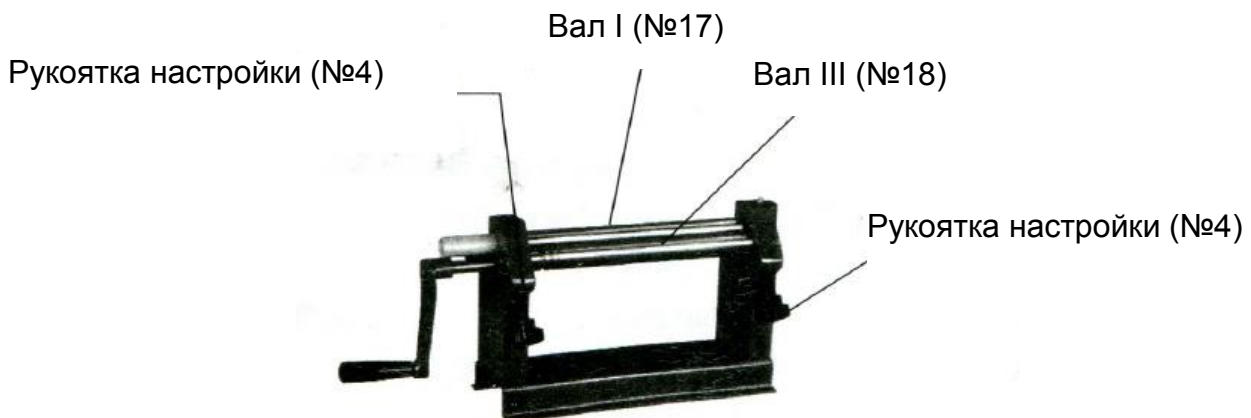

Рисунок 2 – Регулировка зазора между валами
2. Для увеличения зазора между ВАЛОМ I и ВАЛОМ III (№8) и увеличения диаметра валов необходимо ослабить РУКОЯТКУ НАСТРОЙКИ (№4). Для уменьшения диаметра валов необходимо затянуть рукоятку. Для придания заготовкам цилиндрической формы обе рукоятки должны быть затянуты с одинаковым усилием, для получения конусообразной формы с одной стороны рукоятка должна быть затянута сильнее. См. Рисунок 2.